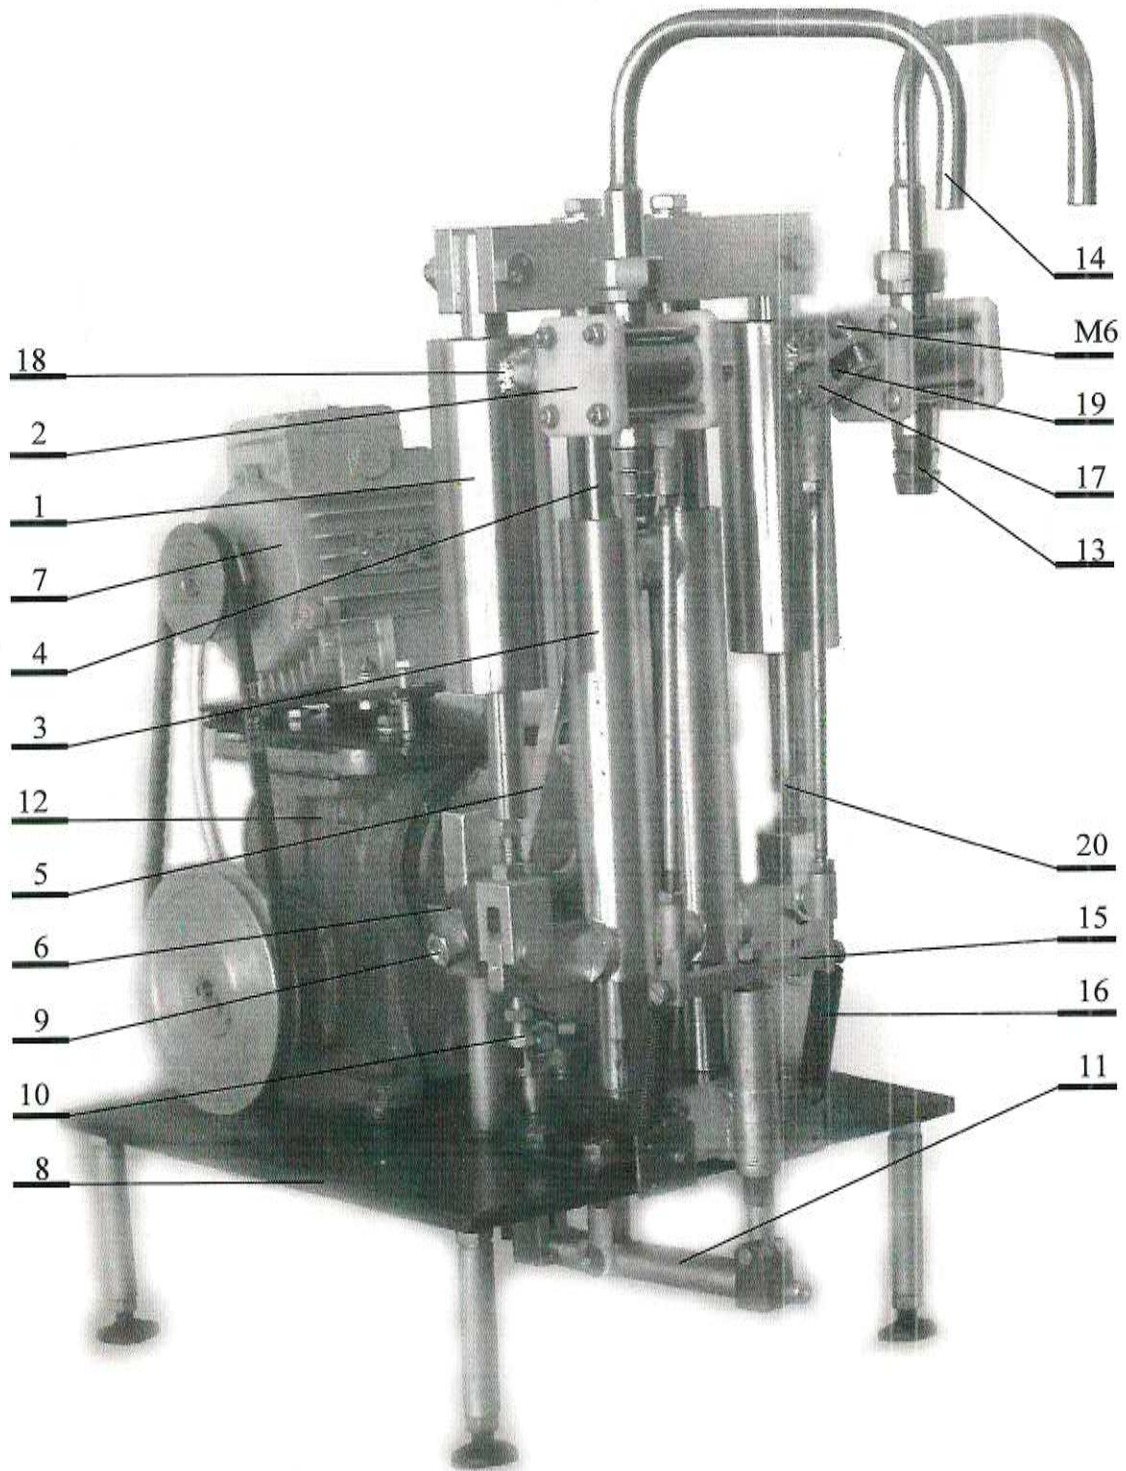

Рис. 1. Установка розлива жидких и пастообразных продуктов с крановыми распределителями УД-2П (кожух снят).
4.1. Установка состоит из дозирующих цилиндров (1, рис.1) с кранами (2), сварной рамы (ползун, 3), двигающейся по двум стойкам (4), кривошипно-шатунного механизма (5 и 6) и привода (электродвигателя) (7).
7.3. Установить в рабочее положение раздаточные патрубки (при транспортировке они развернуты на 180°). В рабочем положении раздаточные патрубки должны быть направлены к оператору (см. рис.1).
7.6.3. Путем контрольных замеров объемов или веса доз проверить точность дозирования и совпадения величин доз по двум каналам. При незначительном разбалансе доз по двум каналам (менее 6 мл) провести регулировку с помощью подстроечного болта (10, рис.1). Провести контрольный замер объемов или веса доз по каналам. При необходимости повторить операцию регулировки. Более значительное различие объемов доз указывает на негерметичность всасывающего тракта канала с меньшей дозой.